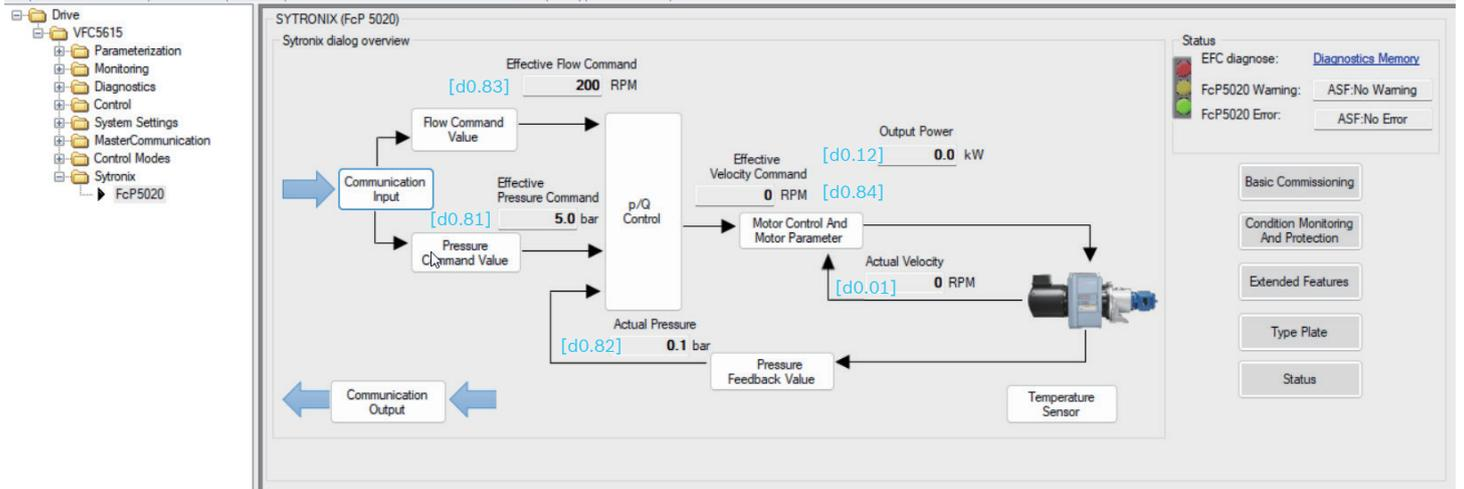

图 22: Sytronix FcP 5020 对话框总览
1. 按“压力给定”（请参见图 22: 固定压力给定 1/2）。